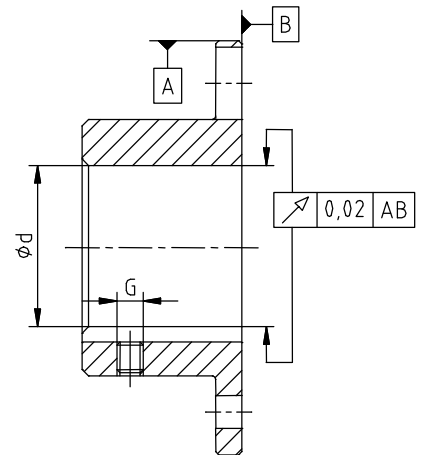

Bild 19: Rund- und Planlaufgenauigkeit
- Bei Herstellung der Flanschnabenbohrung durch den Kunden ist die Rund- bzw. Planlaufgenauigkeit (siehe Bild 19) einzuhalten.